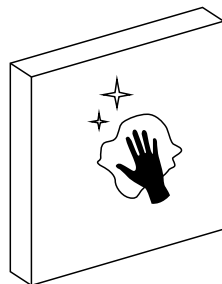

Fig. 6
- 1 Nettoyez la surface sur laquelle vous souhaitez fixer le clavier (Fig. 6).